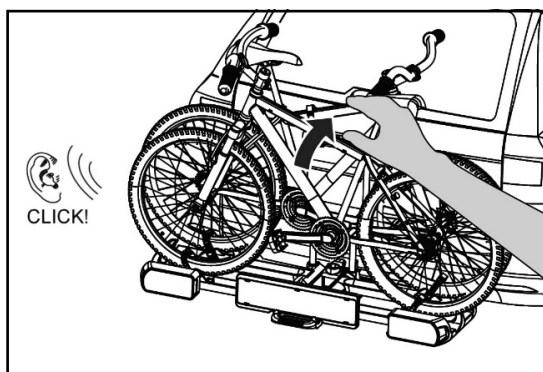

Figure 28: Relèvement du porte-vélos
- Relevez le porte-vélos avant le déplacement (Fig. 28).